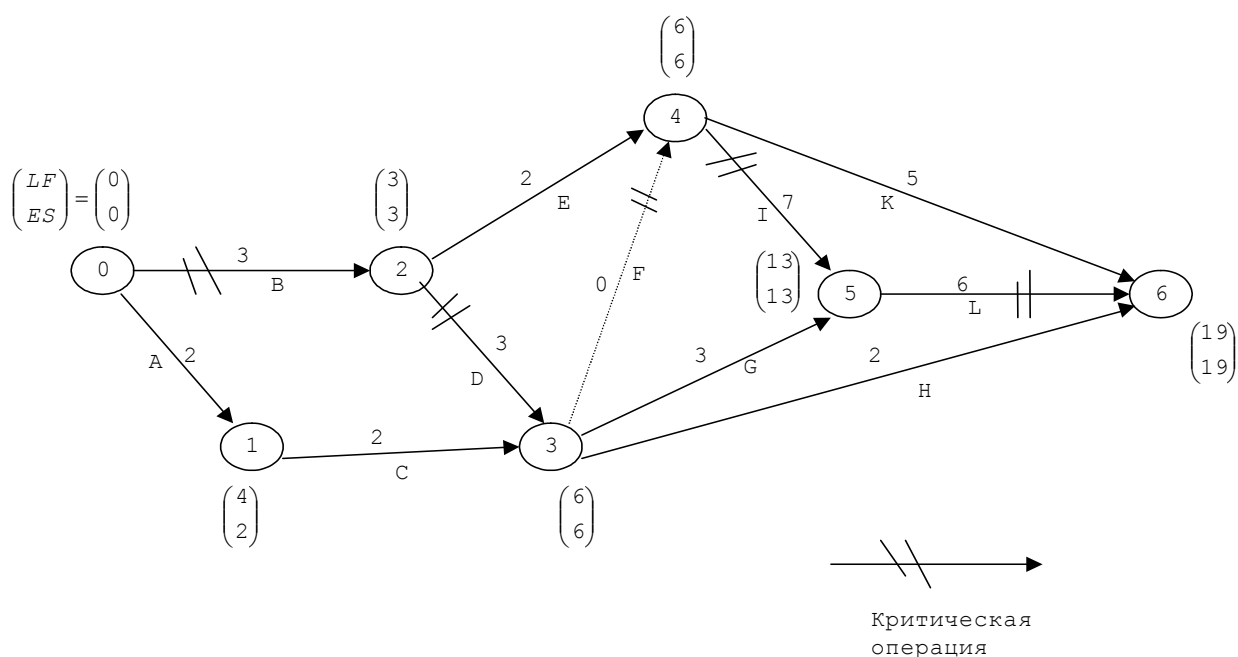

Рис. 2.8
На рис. 2.8 критический путь включает операции {B, D, F, I, L}. Критический путь определяет кратчайшую возможность всего проекта в целом. Заметим, что операции (2, 4), (3, 5), (3, 6) и (4, 6) удовлетворяют условиям (1) и (2), но не условию (3). Поэтому они не являются критическими. Отметим также, что критический путь представляет собой непрерывную цепочку операций, соединяющую исходное событие сети с завершающим.